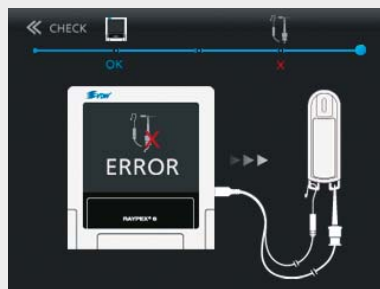

Fig. 35 Message ERROR des accessoires
- La vérification des câbles commencera automatiquement et les résultats s'afficheront sur l'écran – soit OK (Fig. 34) soit ERROR (Fig. 35).